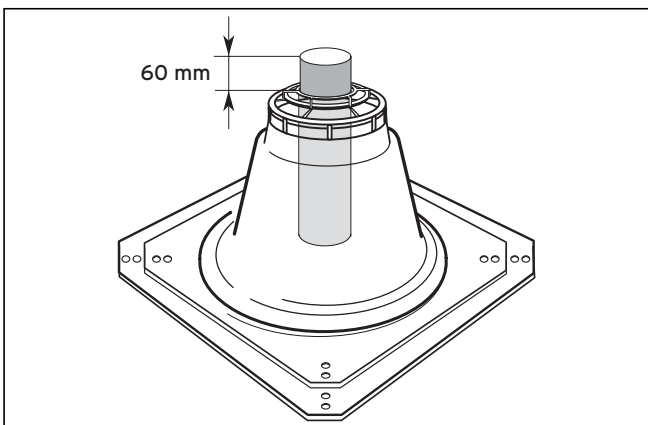

Рис. 6.22 Длина верхней трубы газоотвода
- Контроль: Над основанием шахтной насадки должно выступать 60 мм (см. рис. 6.22).
- Зажмите колпак (1) шахтной насадки (2) над верхним концом жесткого выпускного газопровода и сильно надавите.